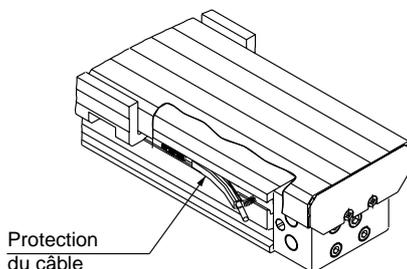

Figure 3. Installation de la protection de câble
3. D'abord, insérez les câbles dans la protection. Ensuite, installez la protection dans le corps du vérin. (Reportez-vous à la figure 3.)